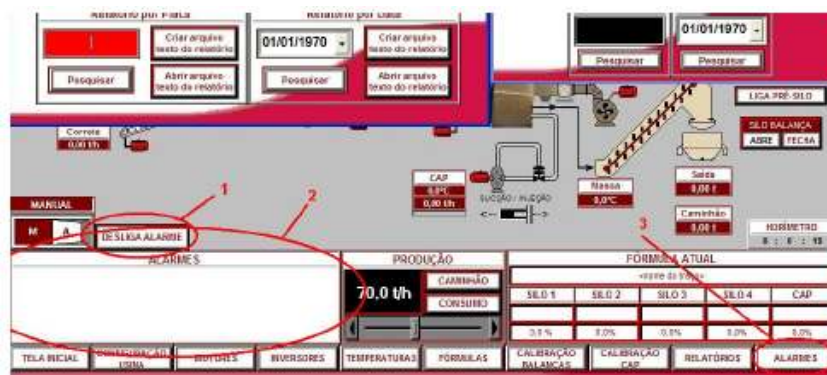

Figura 32 – Sinais de Alarme
Sempre que ocorrer uma irregularidade na Usina de Asfalto a mesma será sinalizada através de um alarme, será apresentado através de uma mensagem na tela do computador conforme indicado na figura 32 (item 2).